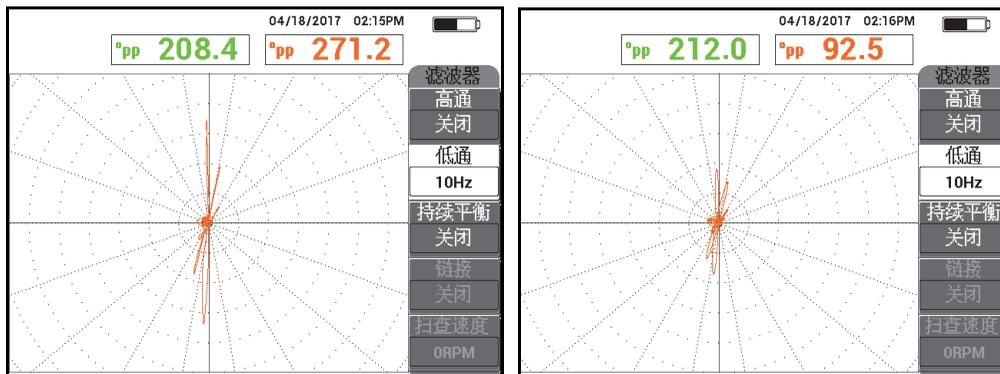

图 5-206 使用 10 Hz 的低通滤波器进行扫查（左图）；速率太快的扫查（右图）
3. 扫查管件，以探测到缺陷（参见第 256 页的图 5-206）。